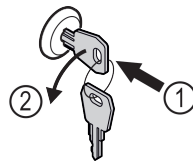

Fig. 177
- Inserire la chiave. Fig. 177 (1)
- Ruotare la chiave di 90° in senso antiorario. Fig. 177 (2)